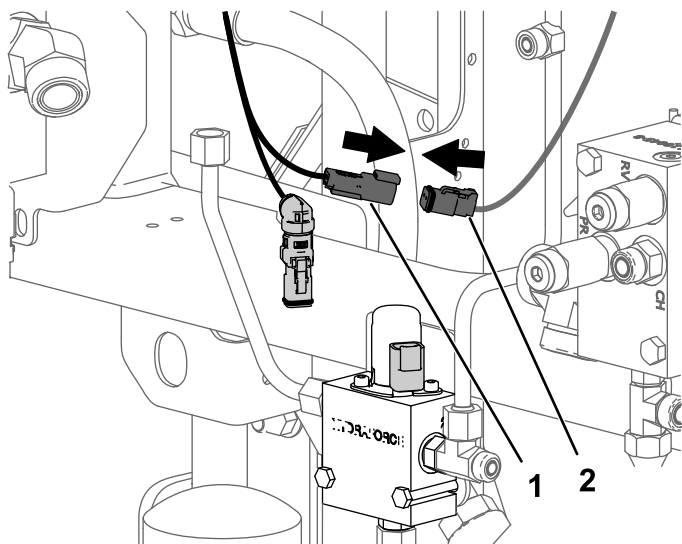

図 30
11. いま外したプラグを、新しいワイヤハーネス空いているソケットに接続する 図 30。